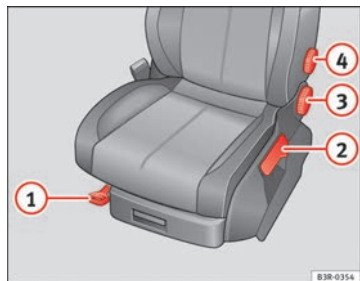

Fig. 105 Mandos en el asiento del conductor
- Levante la palanca ① ⇒ fig. 105 y desplace el asiento hasta la posición deseada.
- Suelte la palanca ① y siga desplazando el asiento hasta que encaje el bloqueo.
- Tire de la palanca ② ⇒ fig. 105 hacia arriba varias veces hasta alcanzar la posición deseada.
- Con la mano, gire la rueda ③ ⇒ fig. 105 para ajustar la inclinación del respaldo.
- No ejerza fuerza sobre el respaldo y gire la rueda ④ ⇒ fig. 105 para ajustar el apoyo lumbar.